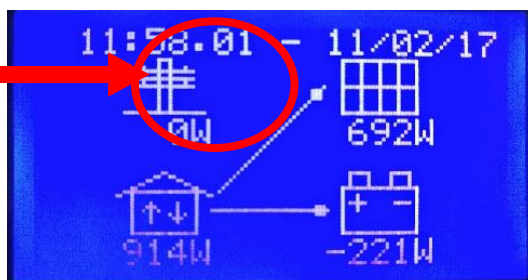

Figura 66 - Verifica n.2
- Attendere che sotto l'icona del PANNELLO compaia una potenza e verificare che: **in qualche minuto la potenza visualizzata sotto il TRALICCIO sia uguale a 0 W**, come mostrato nella foto seguente (Figura 66, Verifica n.2).